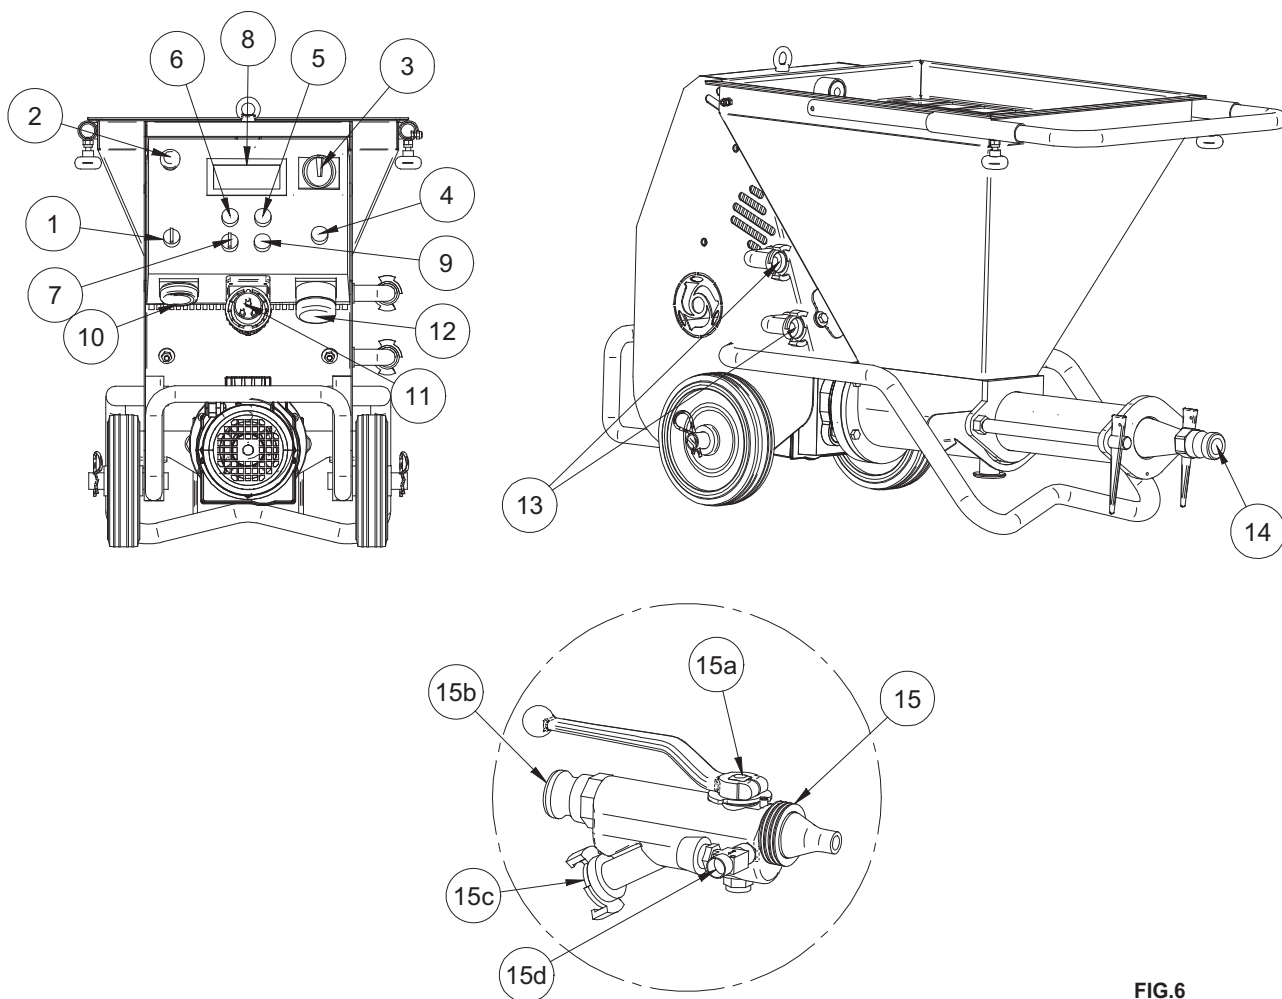

FIG.6
11. MESSA IN MARCIA (vedi fig.6)